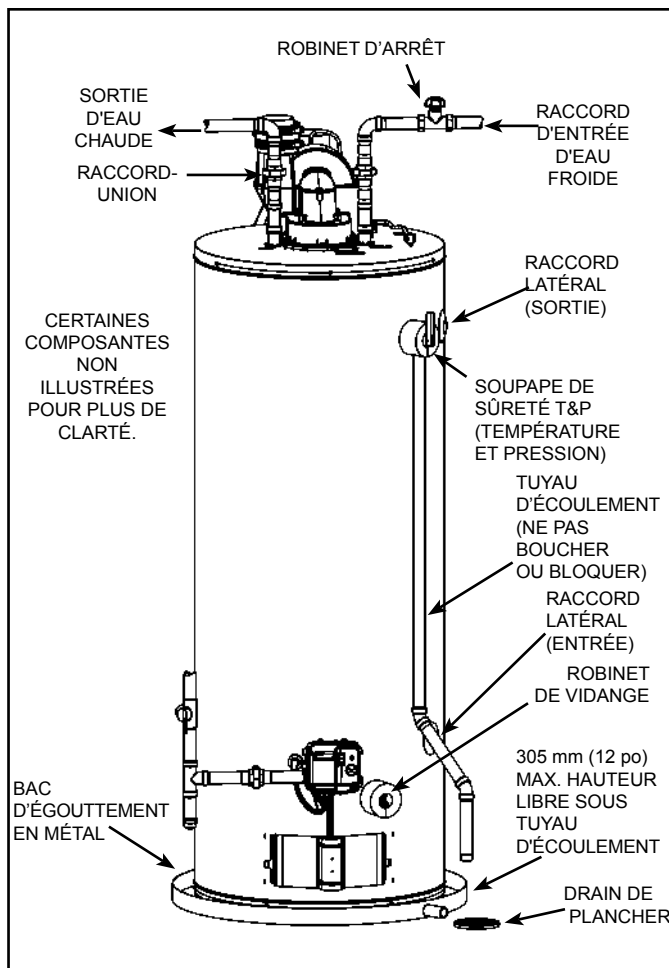

Figure 19
1. Refermez le robinet de vidange du chauffe-eau en faisant pivoter sa poignée vers la droite (sens horaire). Le robinet de vidange se trouve sur la partie inférieure avant du chauffe-eau (voir Figure 19).